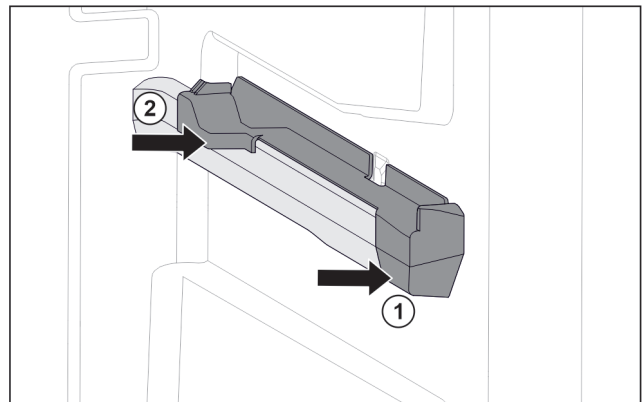

Fig. 74 Aufsteckteil auf der rechten Behälterrippe
- Aufsteckteil vorne an Behälterrippe ansetzen. Fig. 74 (1)
- Aufsteckteil hinten andrücken. Fig. 74 (2)